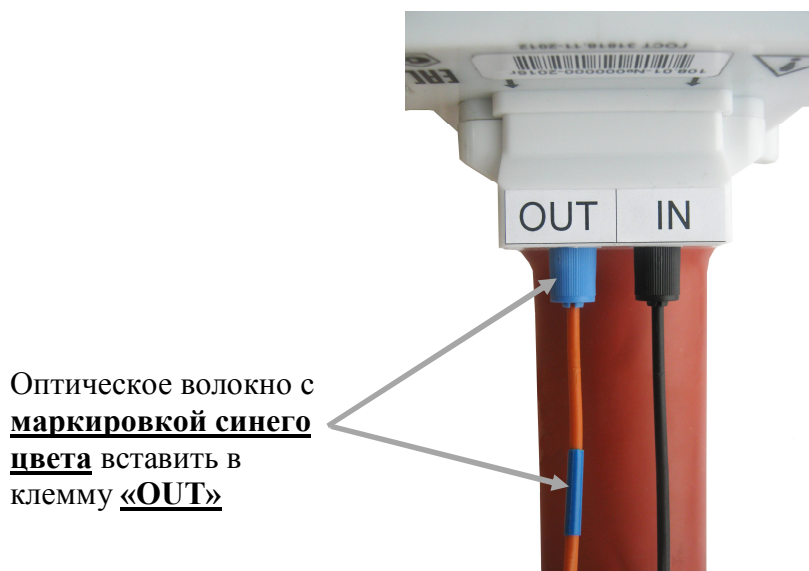

Рисунок 35
- г) Вставить оптические волокна до упора на 15 мм в клеммы ОВИ, при этом оптическое волокно с маркировкой синего цвета вставить в клемму «OUT» (см. рисунок 35). Если на оптических волокнах отсутствует маркировка, см. пункт 7.4 (ж). Затянуть клеммы ОВИ.